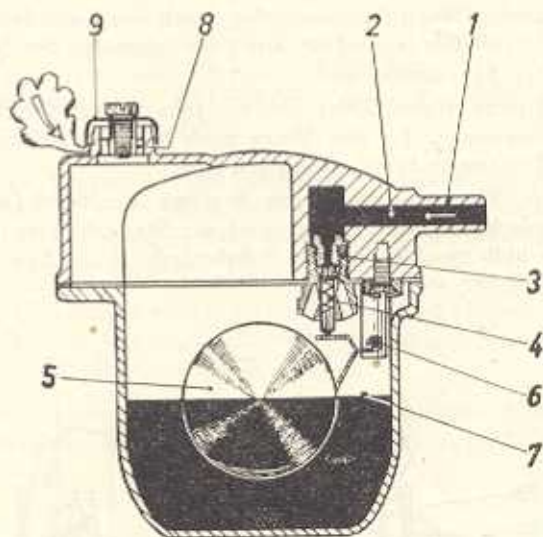

Bild M 60. Schwimmersystem
wurde die Schwimmemnadel (4) mit einem gefederten Stoßdämpferbolzen ausgerüstet. Die Schwimmergehäusebelüftung erfolgt über die durch die Kappe (9) gegen Verschmutzung geschützten Bohrungen (8) (Bild M 60).